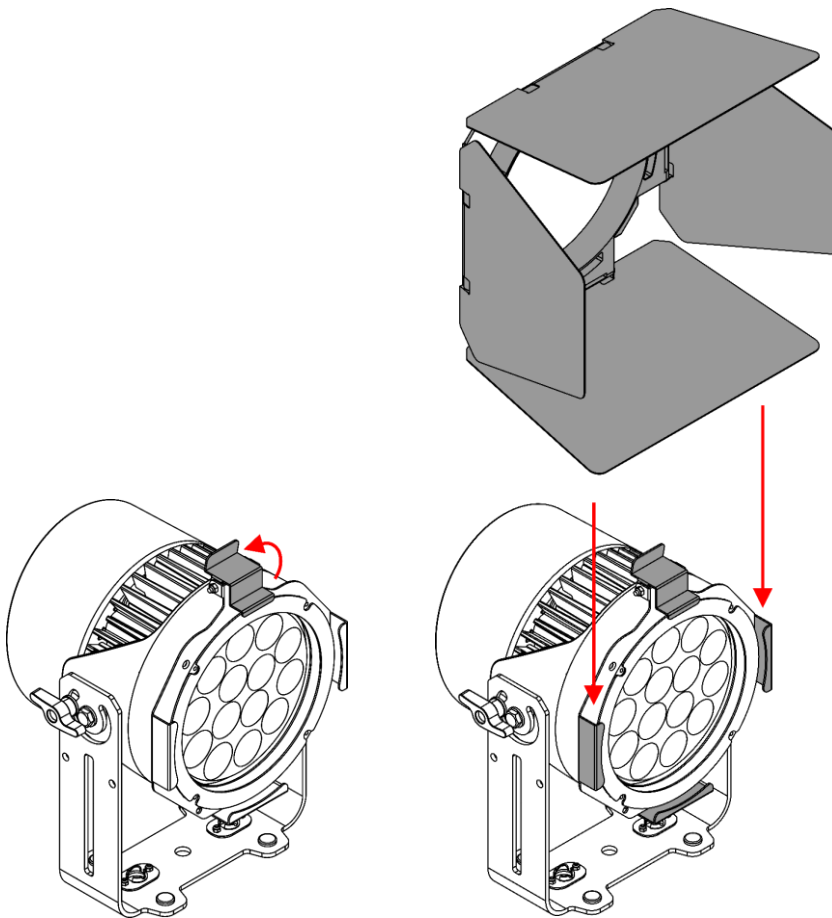

Fig. 09
- 02) Levante el clip de retención con resorte del soporte de accesorios y dele la vuelta hacia atrás (Fig. 09).